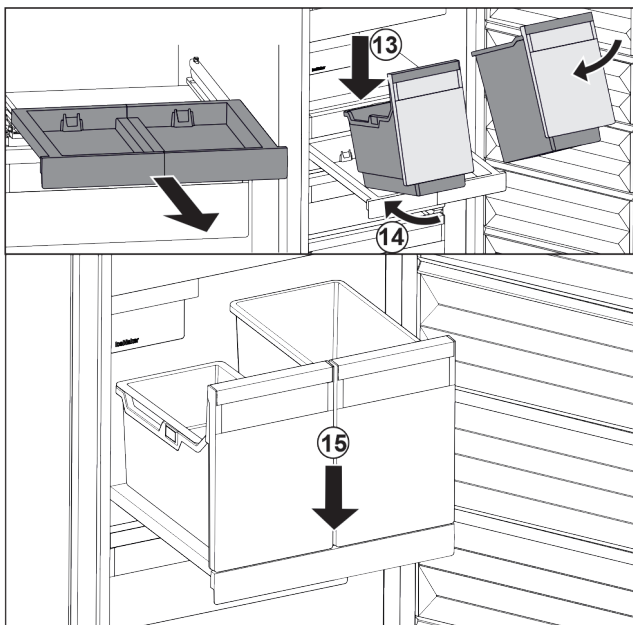

Fig. 110
- ▶ Наклоняя вниз, установите контейнеры на выдвижную панель. Fig. 110 (13)
- ▶ Вставьте контейнеры, наклоняя вниз, назад. Fig. 110 (14)
- ▶ Снимите контейнеры спереди. Fig. 110 (15)